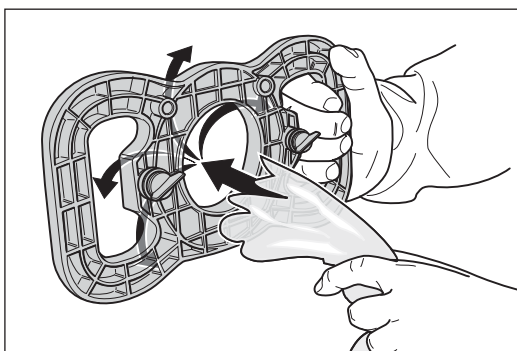

Abb. 19 Den Müllbeutel in die Entleervorrichtung einführen.
- 8 Halten Sie die Entleervorrichtung am Griff und führen Sie von der Seite mit den Verrippungen einen Müllbeutel durch die Öffnung in der Mitte der Vorrichtung ein (Abb. 19).